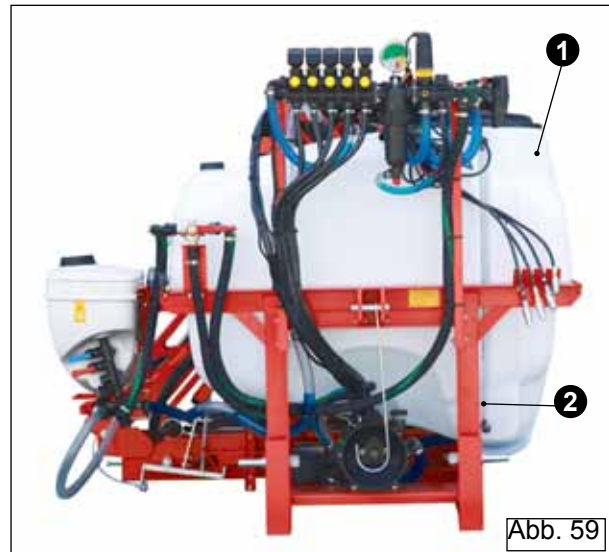

Abb. 59
Die Maschine ist immer mit einer Vorrichtung ausgerüstet, die es erlaubt, die Flüssigkeitsmenge im Tank anzuzeigen. Bei dieser Version ist die externe Füllstandsanzeige (2) vorhanden; dieses traditionelle System erfasst durch das Prinzip der kommunizierenden Gefäße die Wassermenge im Haupttank. Von der Kabine aus kann man die restliche Wassermenge erkennen, wenn man dort hinsieht, wo sich die farbige Kugel in einem durchsichtigen Kunststoffrohr befindet. Man ist in Reserve, wenn sich die Kugel im unteren Teil der Füllstandsanzeige befindet (Abb. 59).